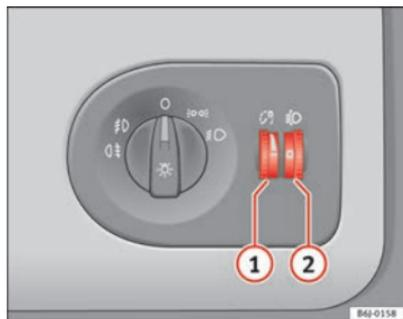

Fig. 53 Painel de instrumentos: reguladores da iluminação dos instrumentos, dos comandos e do alcance dos faróis
Com a luz acesa, é possível regular a intensidade da iluminação dos instrumentos e dos interruptores, rodando a roda recartilhada ⇒ fig. 53 ①.